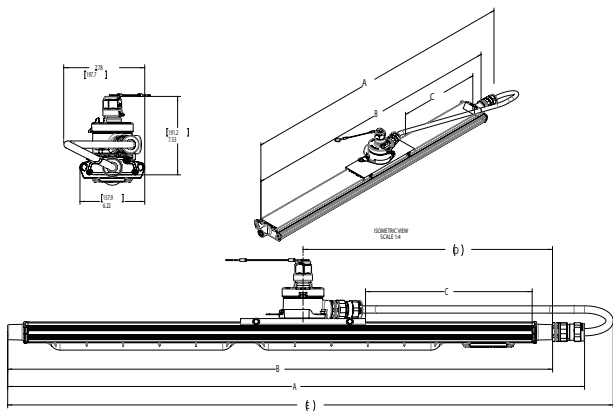

Figure 10
3. Poser le support de fixation coulissant avec la boîte de jonction sur la bride de montage du luminaire, comme illustrée à la figure 10. Régler la position de la fixation coulissante selon la distance C indiquée dans le tableau. Remarque : la distance C se rapporte à l'extrémité de la bride de montage du luminaire.
6. Installer un (1) corps fileté de presse-étoupe à la boîte de jonction et un (1) corps fileté de presse-étoupe au plot sur l'extrémité du circuit de commande du luminaire. Se reporter à la fiche CAP184288 pour des directives sur l'installation du raccord ADE 6F et sur la préparation du câble.
7. Placer le câble de manière similaire à celle illustrée à la figure 10.